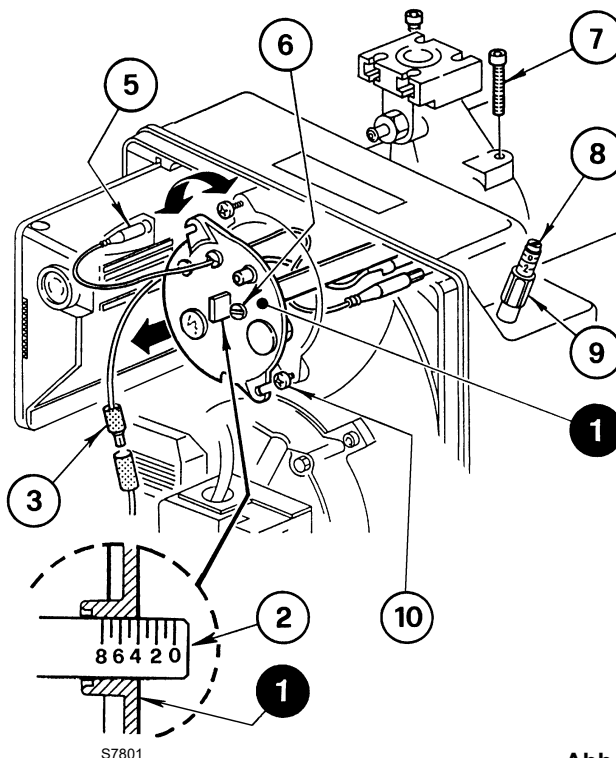

Abb. 11
Sie erfolgt, indem die Stellschraube 6)(Abb. 11) im oder gegen den Uhrzeigersinn gedreht wird, bis die am Stellbügel 2) vorhandene Raste mit der Außenfläche des Kopfblocks 1) übereinstimmt.
In Abb. 11 ist der Stellbügel für den Kopf auf die Raste 4 eingestellt.
Für die Entnahme der Kopfeinheit (Abb. 11) wie folgt vorgehen:
Für den erneuten Einbau die obigen Angaben in umgekehrter Weise ausführen und die Kopfeinheit 1)(Abb. 11) wieder an ihrem ursprünglichen Platz anbringen.
Die Schrauben 7) einschrauben (Abb. 11), ohne sie bis auf Anschlag zu bringen. Mit einem Anzugmoment von 3 - 4 Nm festziehen.
Sollte sich der an der Ansaugöffnung vorhandene Druckanschluss 11)(Abb. 11) unbeabsichtigt lockern, wird die korrekt erfolgte Befestigung empfohlen, wobei zu überprüfen ist, dass die Bohrung (F) (Abb. 11) im inneren Teil der Kopfeinheit 1)(Abb. 11) nach unten gerichtet ist.